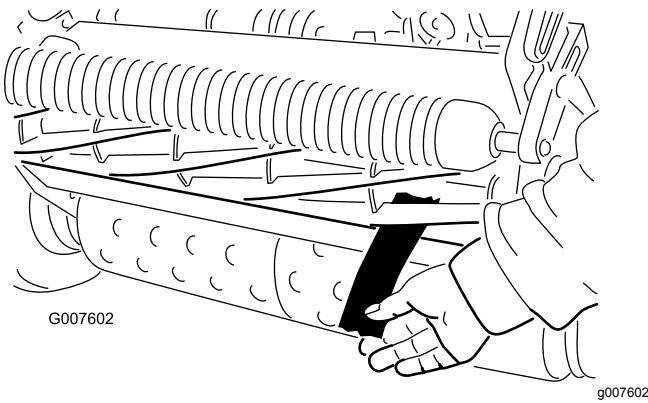

Figura 53
- Teste o desempenho de corte inserindo uma fita comprida de desempenho de corte entre o cilindro e a lâmina de corte, perpendicular à lâmina (Figura 53). Lentamente rode o cilindro para a frente; deve cortar o papel.